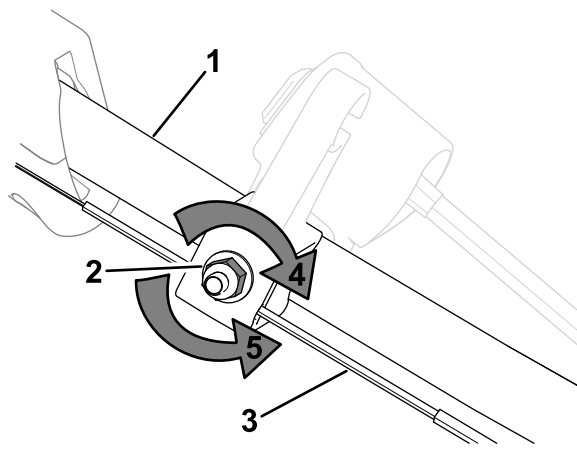

Figure 35
1. Tournez l'écrou de réglage dans le sens antihoraire pour desserrer le réglage du câble (Figure 35).
2. Ajustez la tension du câble (Figure 35) en le tirant en arrière ou en le poussant en avant puis en le maintenant à cette position.